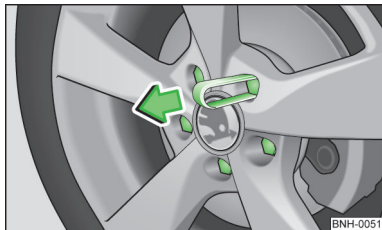

Fig. 108
- Calar la grapa de plástico en la caperuza protectora hasta tal punto, que las muescas de retención interiores de la grapa toquen el collar de la caperuza protectora y retirar ésta » fig. 108.